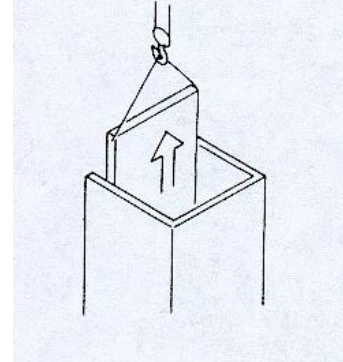

fig.94
- **NE JAMAIS** lever des charges "guidées" (fig.94).